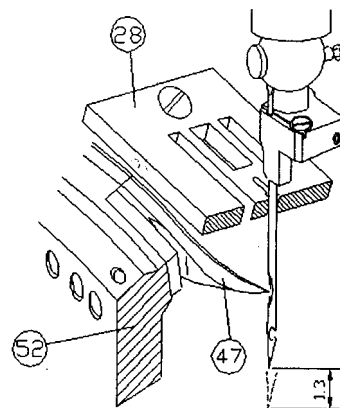

FIGO. 30
Nota: su macchine dalla prima serie non è buco di referenza per il L.D.C. sulla ruota. In questo caso sarà necessario per prendere la misurazione. Dopo essersi adattato l'ascensore della sbarra di ago a 1.3 mm, metta precisamente la punta del gancio rotante nel centro del cavo nell'ago. FIGO. 31. La punta del gancio rotante dovrebbe toccare l'ago senza spingerlo via dalla guardia di ago. FIGO. 17. Poi stringa la vite del mozzo portabobine della ruota di filo-caricamento. La rettifica può essere fatta più facile da vuole dire delle due viti che agguistano senza testa (57) localizzò nel posto delle viti che stringono con un morsetto del gancio rotante (47). Queste viti possono essere girate con un mm del 3 Allen chiave dopo il rimuova delle viti (55). FIGO. 30. Faccia attenzione che, durante questa rettifica, i resti di gancio rotanti parallelo alla superficie che porta della ruota sulla quale è montato. Mettendo